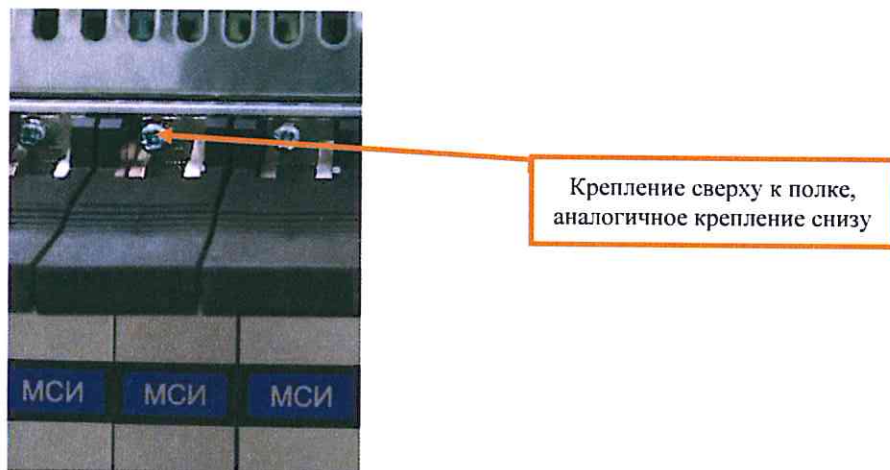

Рисунок 12. Крепление модуля МСИ.
7.3.3 Отвернуть крестовой отверткой невыпадающие винты крепления в верхней и нижней части лицевой панели модуля МСИ (Рисунок 12).